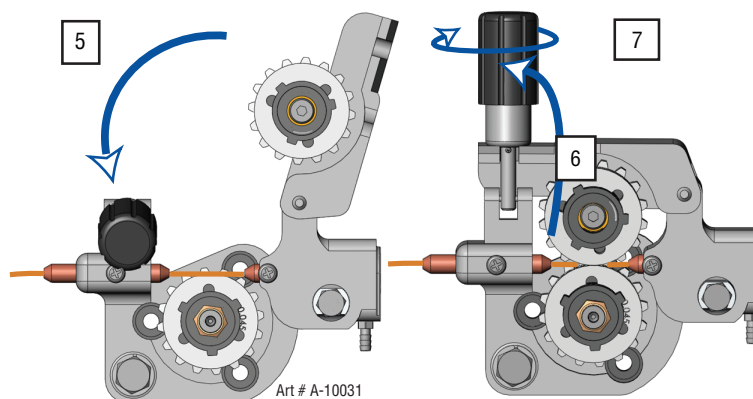

Figura 3-12: Cierre del brazo de la presión y ajuste de la tensión
5. Cierre el brazo del rodillo de presión. (Figura 3-12)
6. Regrese la perilla de ajuste de presión de resorte a la posición vertical. (Figura 3-12)
7. Utilice la perilla de ajuste de presión de resorte para que quede “ajustada”. (Gire en sentido horario para ajustar y en sentido antihorario para aflojar). (Figura 3-12)